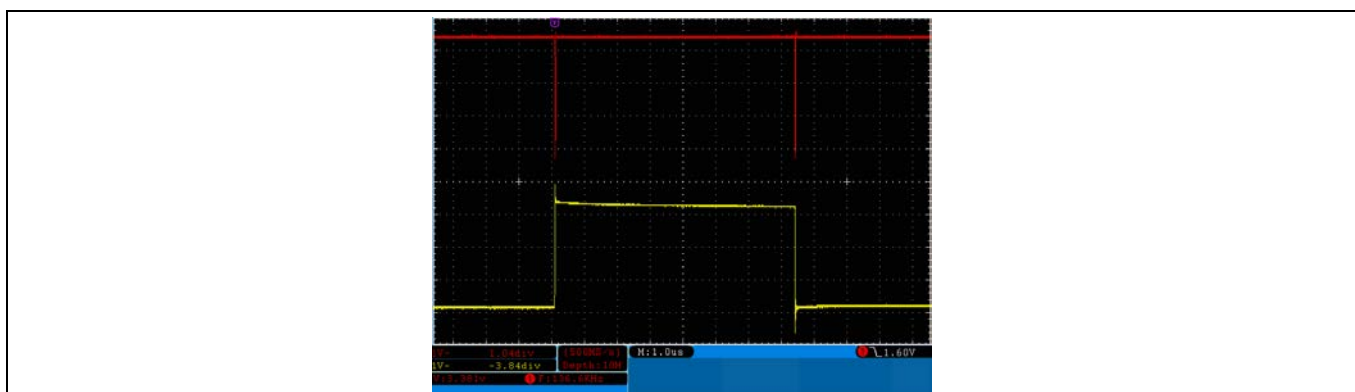

Figure 54 最上部: WEN#、最下部: FD[0]
7. 右下隅のテキストウィンドウは転送を確認し、スコープは WEN#パルスのネガティブ エッジでトリガーします (Figure 54)。